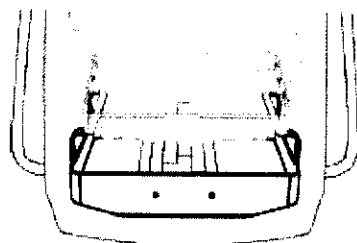

Figura 40 Maniquí de calibración colocado en el apoyo para la paciente (vista frontal)
3. En la pantalla aparecerán unas instrucciones que describen cómo colocar el maniquí para calibración en el apoyo para la paciente (Figura 40). El maniquí tiene un borde metálico que sirve de guía. Deslice el maniquí por el apoyo para la paciente de modo que el borde de guía del maniquí llegue hasta el extremo frontal del apoyo para la paciente.